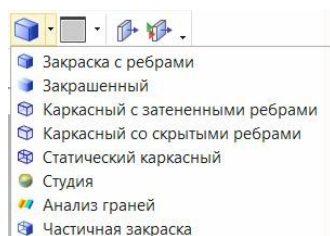

рис.65
- Следующая по порядку пиктограмма меняет способ закраски вашей модели. На рис. 65 перечислены все возможные способы закраски. В наших учебных примерах мы чаще всего будем применять способ «*Закраска с ребрами*». Но, забегаая вперед, следует сказать, что в соответствии со стандартом предприятия геометрические модели проекта хранятся со способом закраски «*Статический каркасный*» (рис.69а). При такой закраске сложные сборки загружаются быстрее. Конечно, затратив некоторое время, вы можете получить и закраску граней - «*Закраска с ребрами*» (рис.69б).